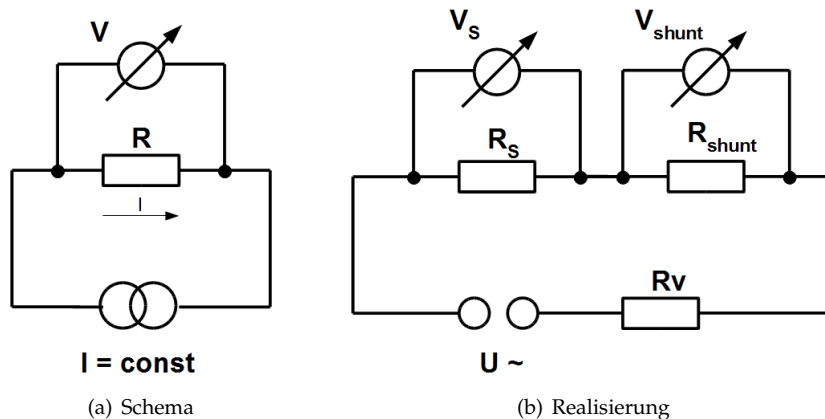
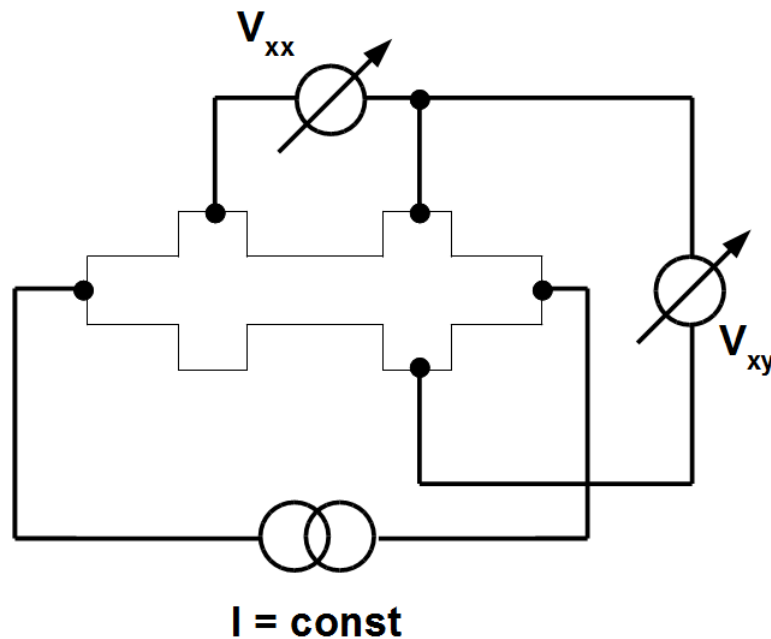

Abbildung 5: Messung des Widerstands eines Supraleiters: Schematische Messanordnung und Realisierung ohne Konstantstromquelle mit Strommessung.
Abbildung 6: Schematische Messanordnung zur Untersuchung des Quanten-Hall-Effekts.
Die Messung der Sprungtemperatur erfolgt durch Messen des Widerstandes  $R$  des Supraleiters als Funktion der Temperatur beim letzten Einkühlen auf Flüssig-Helium-Temperatur. Abbildung 5(a) zeigt das Schema der Widerstandsmessung. Moduliert man den Konstantstrom  $I$ , kann die Spannung  $V$  mit dem Lockin-Verstärker gemessen werden.
Statt einer modulierten Konstantstromquelle ist es einfacher, den Spannungsausgang eines Funktionsgenerators zu nutzen und über einen hochohmigen Vorwiderstand  $R_v$  eine Quasi-Konstantstrom-Quelle nachzubilden. Ist der Vorwiderstand viel größer als die Widerstandsänderung des Supraleiters  $R_v \gg R_s$ , kann der Strom als konstant angesehen werden. Im Experiment soll der Strom dennoch über einen kleinen Vorwiderstand  $R_{shunt}$  ebenfalls mit einem Lockin-Verstärker nachgemessen werden (siehe Abbildung 5(b)).
1. Bauen Sie das Experiment zur Messung des Quanten-Hall-Effekts nach Abbildung 6 auf und lassen Sie es vor Inbetriebnahme abnehmen. Benutzen Sie statt der Konstantstromquelle wieder die Schaltung mit dem Vorwiderstand aus Abbildung 5(b).